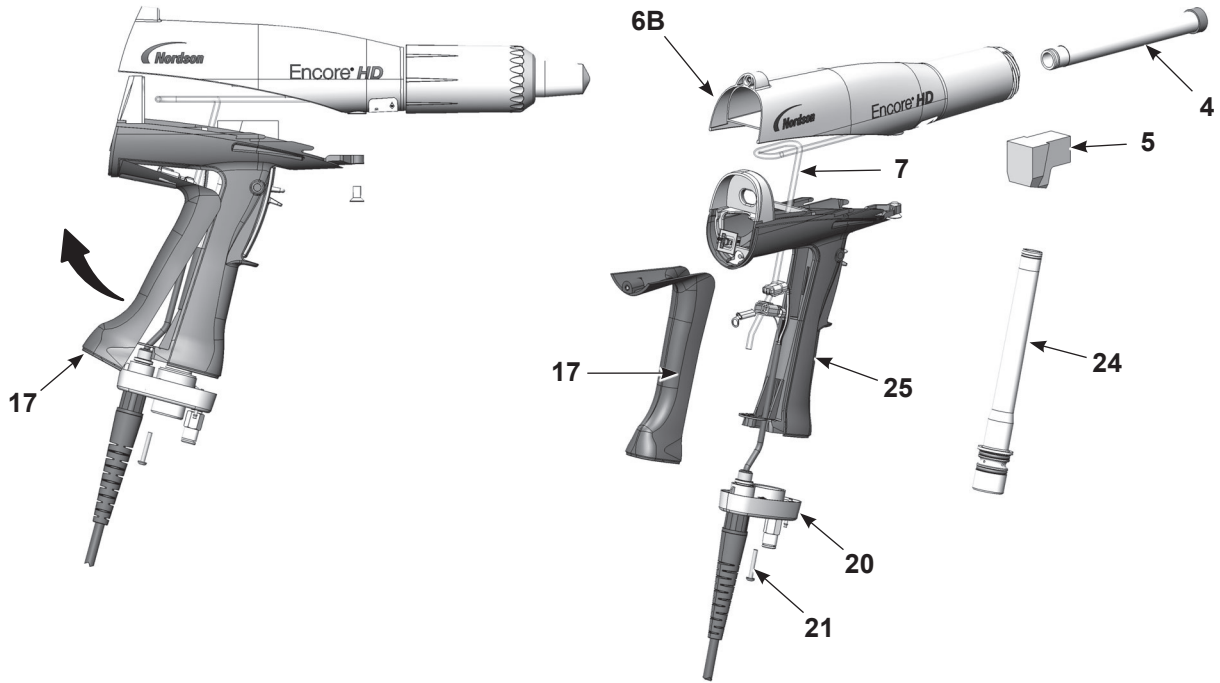

Figure 14 Remplacement du trajet de poudre
2. Voir la Figure 14. Retirer le raccord coudé (5) du tube d'entrée (24).
3. Enlever les deux vis M3 x 20 (21) de la base de la poignée (20).
4. Tirer sur la base pour l'éloigner de la poignée, pivoter le bas de pastille de terre (17) vers le haut et en l'éloignant de la poignée, puis la retirer. Laisser le fil de terre branché à la pastille de terre.
5. Pousser le tube d'entrée (24) vers le haut et hors de la base, puis écarter la base et tirer le tube d'entrée hors de la poignée.
6. Pousser le tube de sortie (4) hors de l'avant du corps du pistolet (6B).
1. Voir la Figure 14. Monter le tube de sortie (4) dans le corps du pistolet (6B), avec l'extrémité du tube à fleur avec l'extrémité du corps du pistolet.
2. Monter le tube d'entrée (24) dans la poignée (25), puis installer l'extrémité du tube dans la base de la poignée (20).
3. Pousser la base de la poignée pour la rapprocher de la poignée, puis accrocher l'extrémité supérieure de pastille de terre (17) dans le corps et la faire pivoter dans la poignée. Veiller à ne pas coincer ou écraser les fils du câble pendant le remontage.
4. Monter la base de la poignée sur la poignée et la pastille de terre et la fixer avec les deux vis M3 x 20 (21).
5. Poser le raccord coudé (5) sur le tube d'entrée, l'extrémité étant dirigée vers l'avant du pistolet comme illustré.